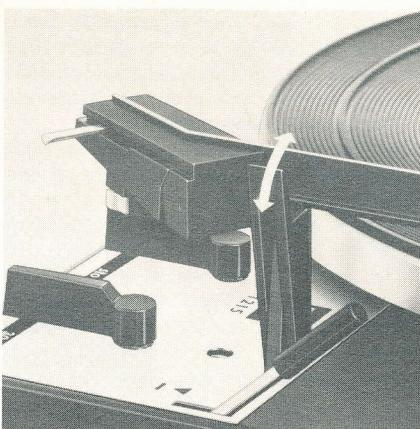

Fig. 7
Après la reproduction du disque ou du dernier disque lorsqu'on utilise le changeur de disques, le bras revient automatiquement sur son support et l'appareil coupe le courant. Il est recommandé de verrouiller alors le bras sur son support (fig. 7).
Choisissez ensuite la vitesse de rotation nécessaire ② ainsi que le diamètre du disque ⑬ (17, 25 ou 30 cm respectivement 7,10 ou 12") et déverrouillez alors le bras de pick-up (fig. 7).